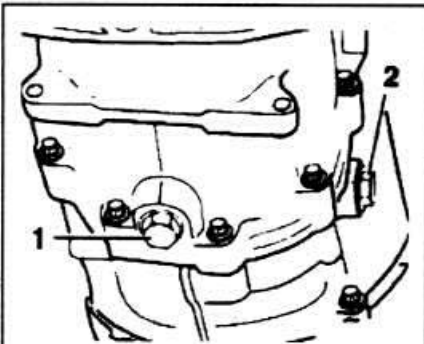

Рис. 5-1. Расположение пробок сливного (1) и контрольно-заливного (2) отверстий на картере КП типа S5D 260 Z
- Отвернуть пробки сливного и заливного отверстий картера КП и слить масло (рис. 5-1, 5-2).